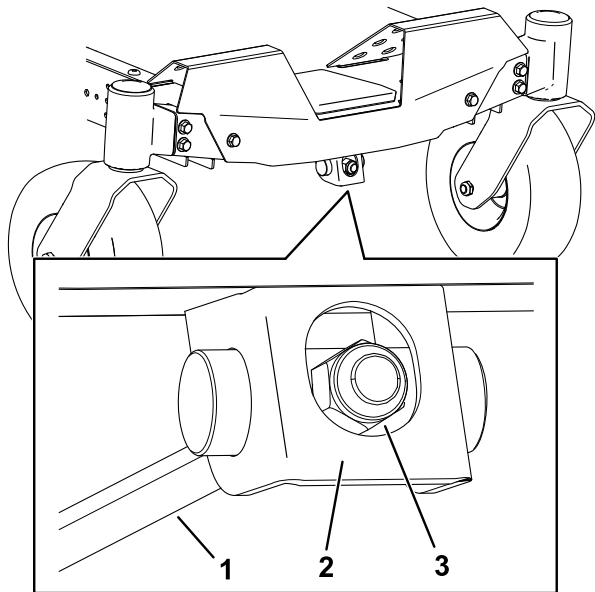

Figure 72
1. Tournez l'écrou de réglage à l'avant du tablier de coupe (Figure 72).